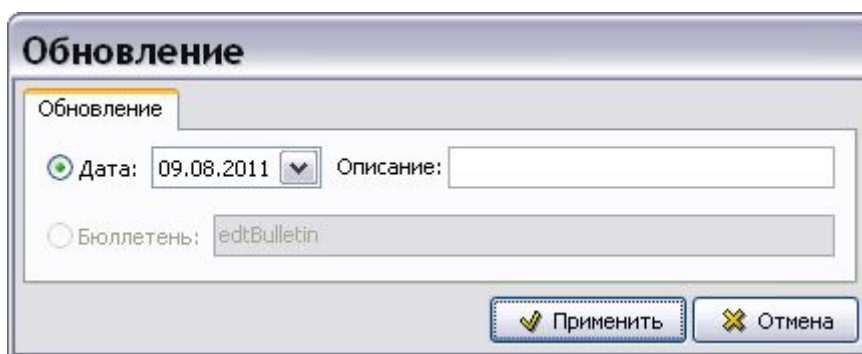

Рис. 2.154
- Для ввода даты последнего обновления нажмите на кнопку Сменить/задать справа от поля **Дата посл. обновления**. В окне **Обновление** выберите из календаря дату обновления и нажмите на кнопку **Применить** (Рис. 2.154).